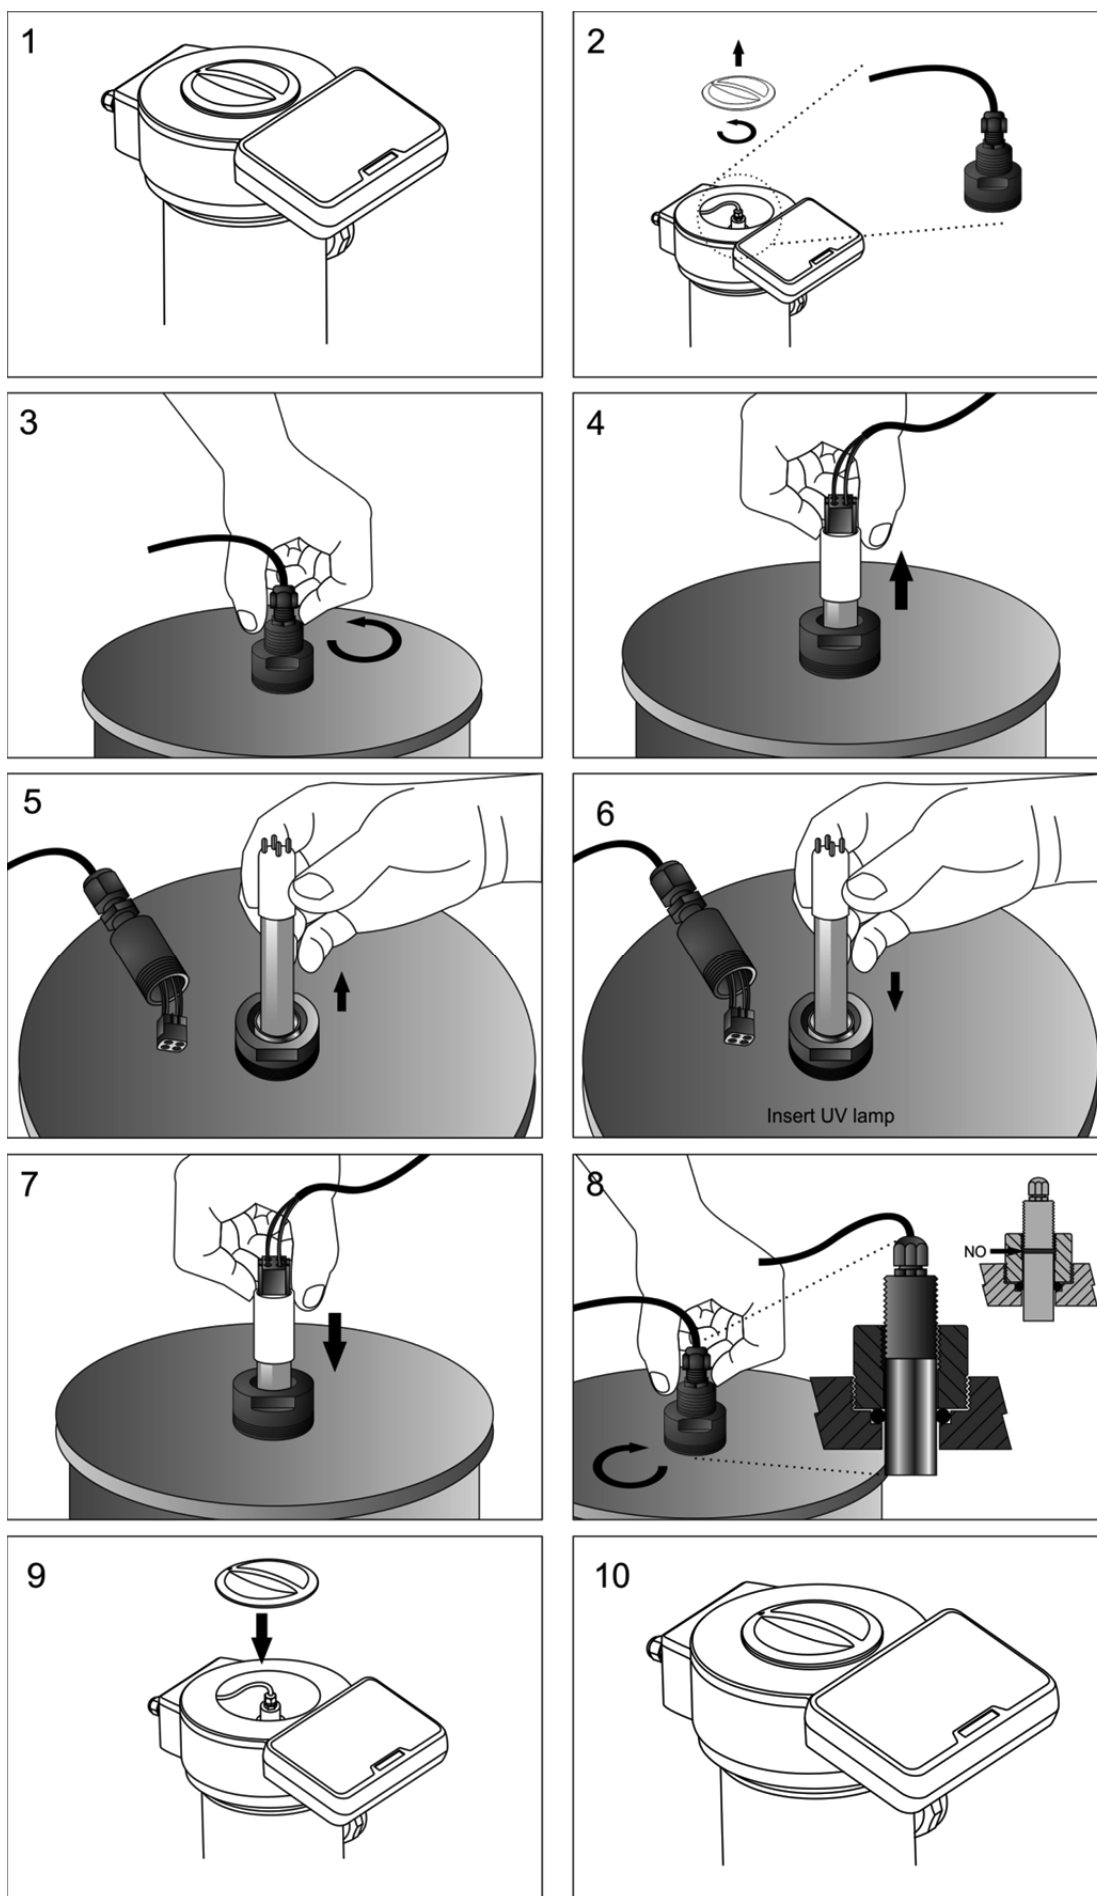

Fig. 5
Por favor, consulte la Fig. 5.
- 11.- Montar de nuevo la lámpara tal y como se describe el apartado 7.1 (Fig.5, steps [7] to [10]).